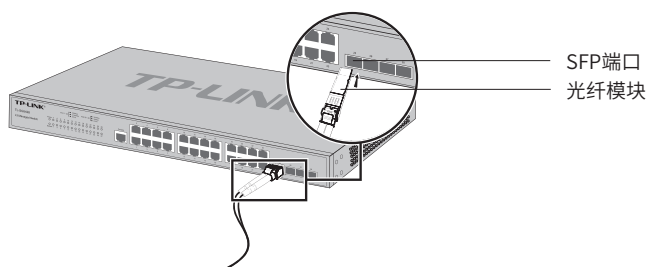

图3-2 SFP端口连接示意图
1. 从侧面抓住光纤模块，将其沿交换机SFP端口插槽平滑插入，直至光纤模块与交换机紧密接触为止，如图3-2所示；